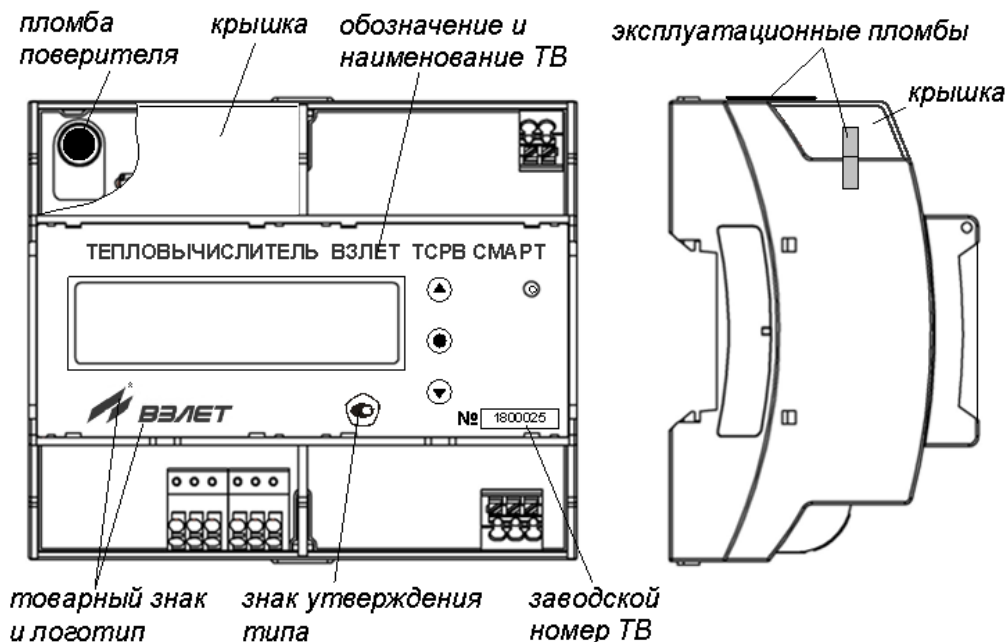
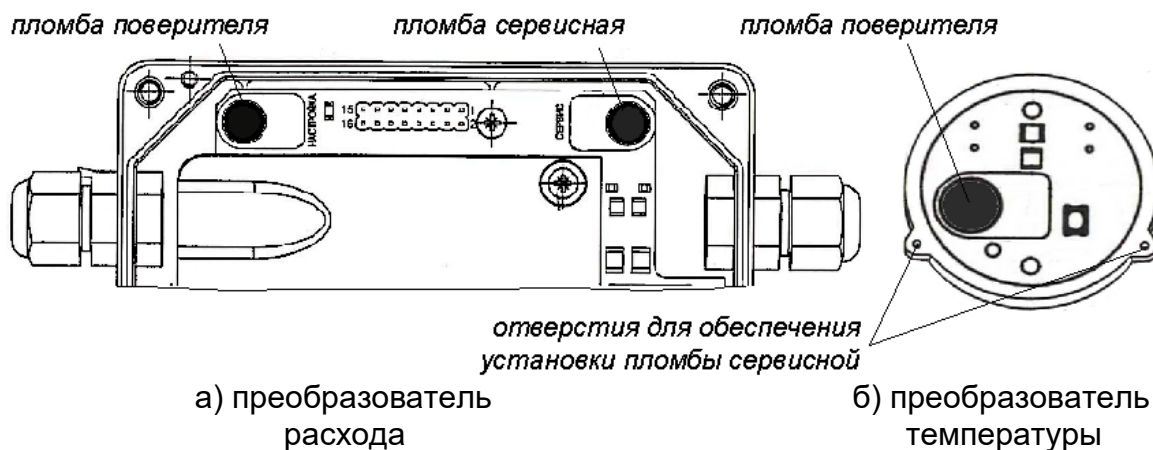

Рис.4. Размещение маркировки и возможных мест пломбирования корпуса ТВ.
Рис.5. Размещение мест пломбирования на ПР и ПТ.
1.7.1. Маркировка на лицевой панели ТВ (рис.4) содержит:
1.7.2. При выпуске из производства после поверки пломбируется колпачок, закрывающий кнопку включения режима НАСТРОЙКА ТВ (рис.4), а также соответствующие кнопки на ПР и ПТ (рис.5).
1.7.3. На объекте после монтажа и проверки функционирования составных частей теплосчетчика могут быть опломбованы крышки (колпачки), закрывающие кнопки разрешения модификации установочных параметров ТВ (рис.4), ПР и ПТ (рис.5).